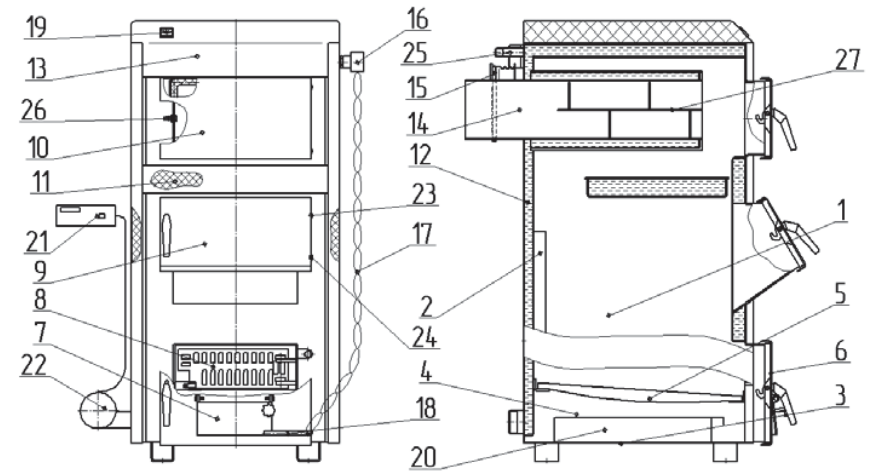

Рис. 1. Апарат опалювальний твердопаливний водогрійний АОТВ 12С ... 40С.
2.2.2.1.8 Для регулювання тяги в апараті необхідно встановити на повітряну заслінку поз. 7 (рис.1) регулюючий гвинт, який знаходиться в камері завантаження. Для запобігання руйнування корпусу від перевищення тиску необхідно встановити запобіжний клапан WATTS SVH25 (2,5 бар) – G1/2" (внутрішня різьба) на патрубок, що знаходиться на верхній кришці апарата (запобіжний клапан не входить в комплект поставки апарата).